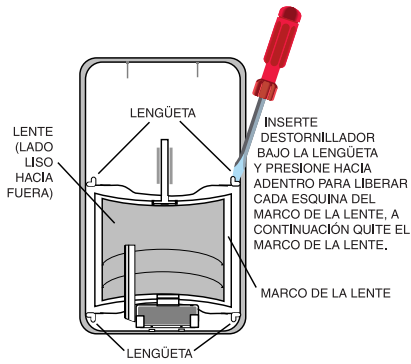

Ilustración 4. Cambio de Lentes
2. Libere el marco de soporte de la lente situado en la cubierta delantera de la siguiente manera: inserte la punta de un pequeño destornillador entre la lengüeta y la caja del detector en las cuatro esquinas del marco, y presione cada lengüeta hacia arriba para liberarlas. Véase Ilustración 4. Cuando haya soltado las 4 esquinas, quite el marco de soporte de la lente.